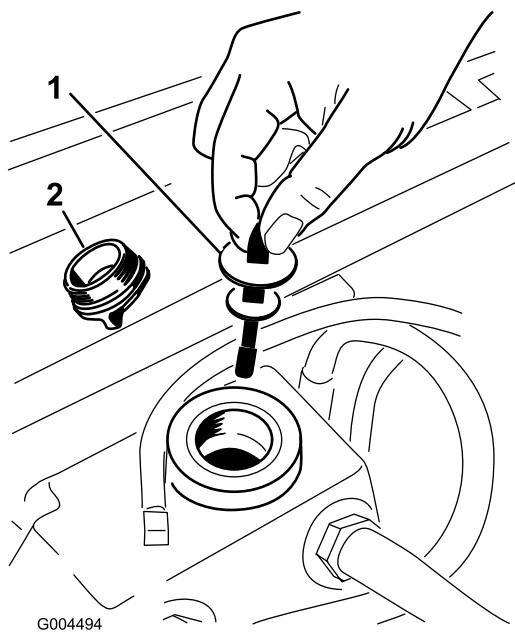

図 69
3. 油圧オイル補給口のキャップ(図 69)を取りる。
4. ディップスティックを抜き、ウェスで一度きれいに拭く(図 69)。
5. もう一度首に差し込んで引き抜き、オイルの量を点検する(図 69)。